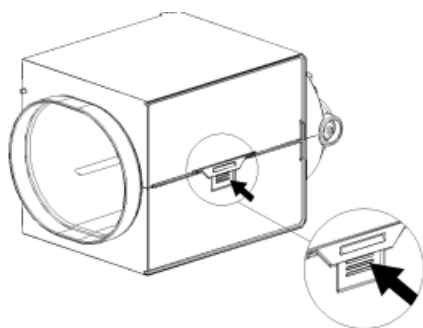
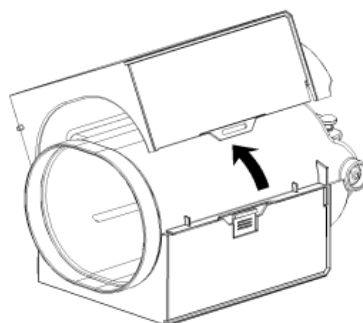

Fig.8
Fig.9
4. Tryk og hold på låsen på låget til påfyldningsbeholderen (som vist i fig. 8), og fjern venstre og højre dæksel til påfyldningsbeholderen (som vist i fig. 9).